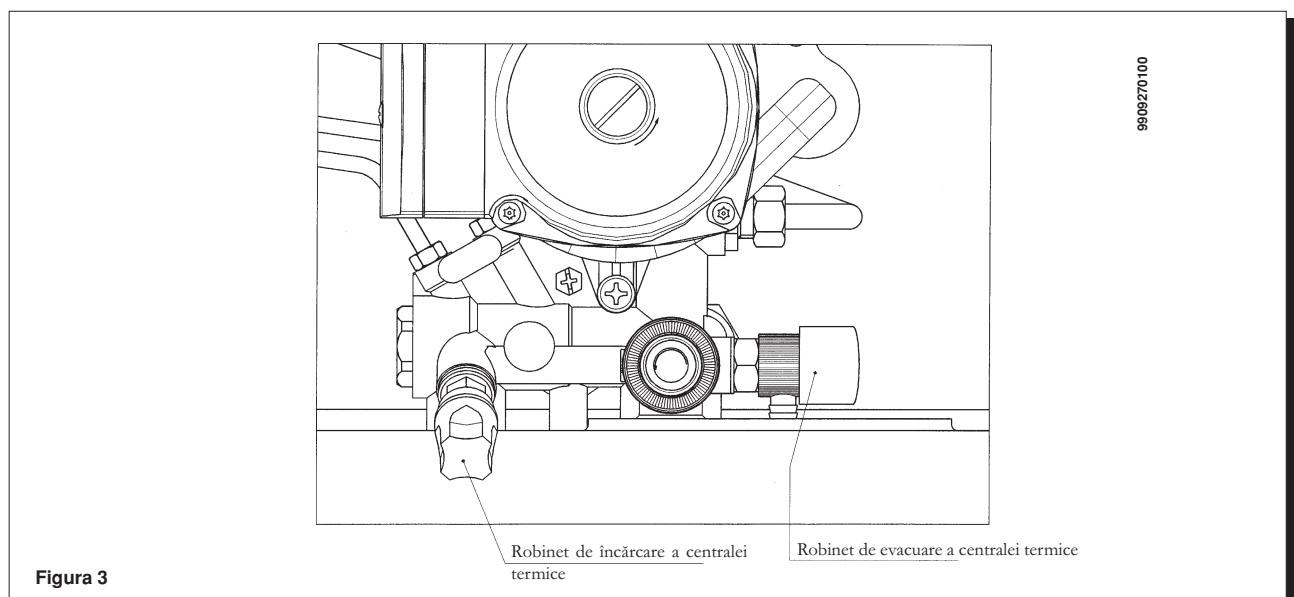

Figura 3
Important: Controlați periodic ca nivelul presiunii, indicată de manometrul (14), în condițiile în care instalația nu este încălzită, să fie de 0,5-1 bar. În cazul presiunii excesive, răsuciți robinetul de evacuare a centralei termice. În cazul în care presiunea este insuficientă, răsuciți robinetul de încărcare a centralei termice (figura 3) pentru modelele **energy 240 i - 240 Fi - 280 i - 280 Fi**.